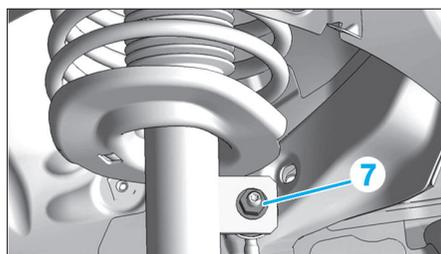

Fig. 4
- Déposer l'écrou de biellette (7) (Fig.4).